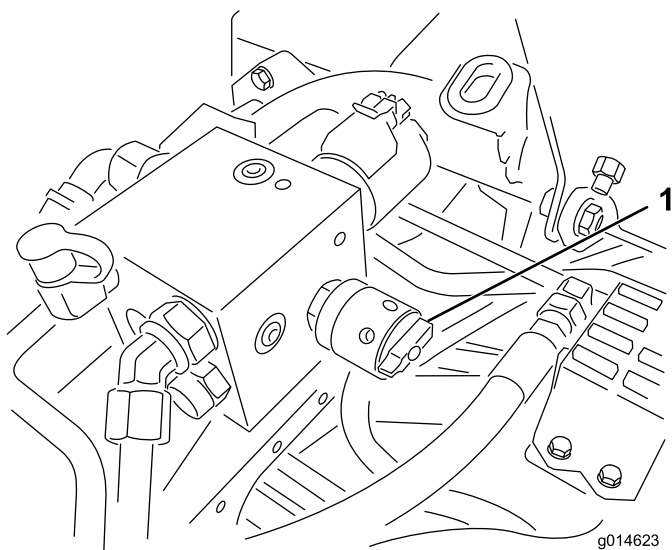

Figura 36
4. Para establecer la velocidad de los molinetes, gire el pomo (Figura 36) hasta que las flechas apunten al número que indique el ajuste deseado.